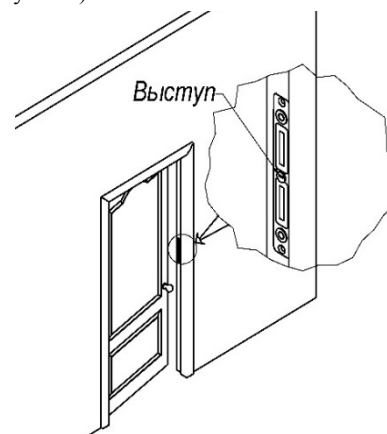
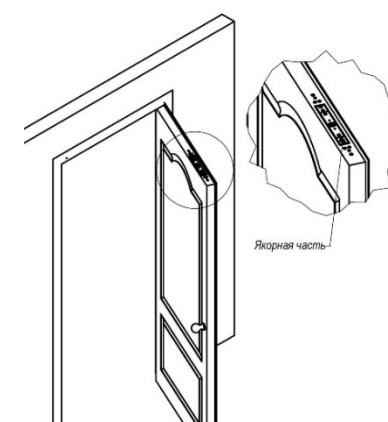

Рисунок 2
Рисунок 3
5.1 Корпусная часть вертикального варианта замка AL-700SV при скрытой установке монтируется в среднюю часть дверной коробки (рисунок 2), якорная часть - в дверное полотно. Замок горизонтального варианта исполнения AL-700SH устанавливается в верхней части двери (рисунок 3).